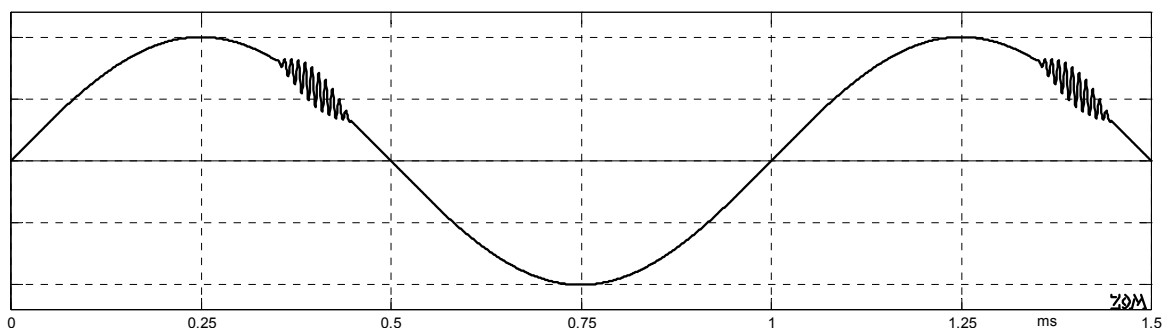

Abb. 10.5.50: 1-kHz-Ton mit überlagelter HF-Schwingung.
In **Abb. 10.5.50** ist der prinzipielle Verlauf eines "hochfrequenzverseuchten" NF-Signals dargestellt. Die HF (gerne um 150 kHz) ist nicht immer als saubere Schwingung zu erkennen, oft entsteht nur eine Verbreiterung oder Verschmierung der NF-Kurve. Als "Brute-Force-Bugfix" findet man kleine Kondensatoren, die "an geeigneter Stelle" eingelötet worden waren, um dem Übel abzuwehren. Viel besser wäre allerdings eine lehrbuchmäßige RC-Kompensation, die bei hohen Frequenzen die Schleifenverstärkung reduziert, ohne wesentliche Phasendrehungen hinzuzufügen (sog. Tiefpass mit Gegenhalt). Sicher kein triviales Thema, weil ja mit jedem Röhrenwechsel die Schwingbedingung neu ausgehandelt wird. Und lautsprecherabhängig ist sie ja auch noch. Wer dieses Thema nicht ganz so "sophisticated" angehen möchte, findet beim Presence-Poti aber einen sehr kooperativen Partner: Nach rechts (CW) drehen, und die störende HF ist weg. Es überrascht vielleicht, dass bei größerer Höhenverstärkung die HF-Schwingung absterbt, aber hierbei wird die Schleifenverstärkung reduziert, und diese bestimmt die Tendenz zu Eigenschwingungen.